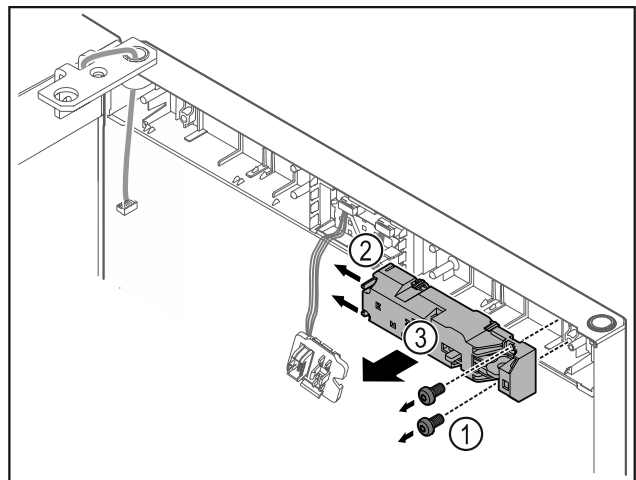

Fig. 17
- Rimuovere le viti Fig. 17 (1).
- Spingere di lato i naselli di arresto Fig. 17 (2) e rimuovere la serratura a distanza Fig. 17 (3).